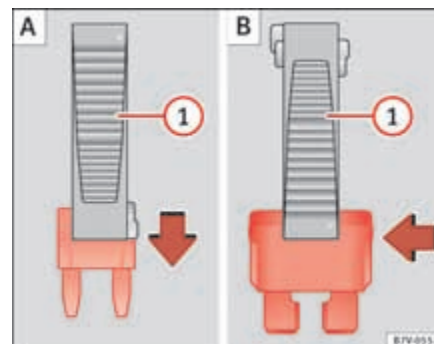

Fig. 212 Extraer o colocar un fusible.
- En el caso de *fusibles pequeños*, encaje la pinza desde arriba ⇒ fig. 212 **A**.
- En el caso de *fusibles mayores*, desplace la pinza lateralmente sobre el fusible ⇒ fig. 212 **B**.